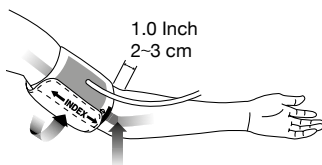

Fig. 9 Arteria principale (Brachiale)
- d. Applicare il bracciale al braccio come in Fig. 9, avendo cura che il bordo inferiore si trovi 2-3 cm al di sopra dell'incavo del gomito e che l'uscita del tubo in gomma del bracciale sia situata sulla parte interna del braccio.